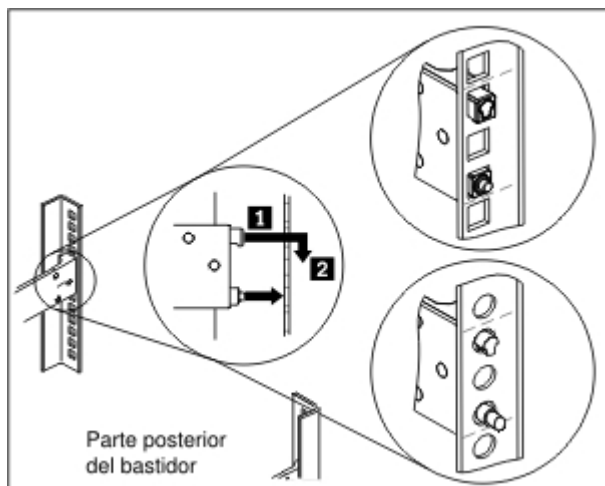

Figura 10. Instale el extremo posterior de los rieles deslizantes
2. Instale el extremo posterior de los rieles deslizantes, tal como se muestra en la Figura 10: